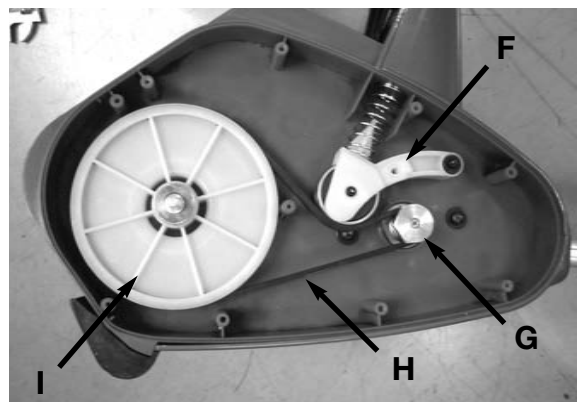

Fig. 9
3. Tirez sur le tensionneur de courroie (F) pour l'éloigner de la poulie d'entraînement (G). Enlevez la courroie endommagée ou cassée (H) de la poulie entraînée (I) et de la poulie d'entraînement du logement. Débarrassez-vous en de façon appropriée. (Fig. 9)